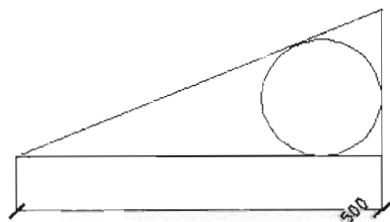

图 10-112
(5) 按 `Esc` 键取消对尺寸标注的选择，最终效果如图 10-112 所示。